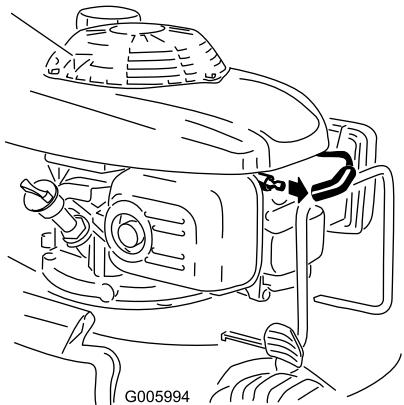

Figura 33
- Desconecte el cable de la bujía (Figura 33) antes de realizar cualquier procedimiento de mantenimiento.
2. Desconecte el cable de la bujía (Figura 33).